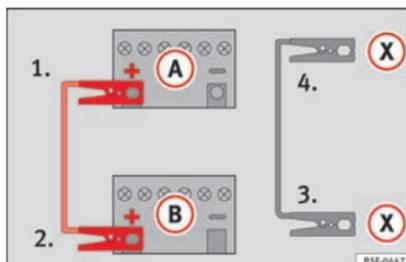

Fig. 78 Schéma de branchement pour les véhicules équipés du système Start-Stop.
- Sur les véhicules avec système Start-Stop : raccordez une extrémité du câble d'urgence noir **(X)** à une borne de mise à la terre appropriée, à une pièce métallique massive vissée au bloc-moteur, ou au bloc-moteur lui-même »» **fig. 78**.